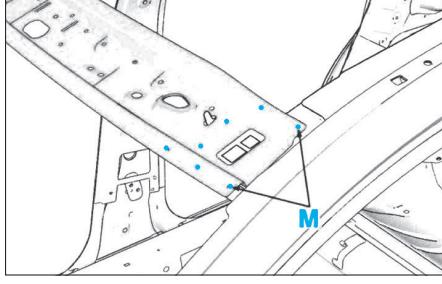

FIG. 98
- Dépointer les traverses aux endroits indiqués M (Fig.98).